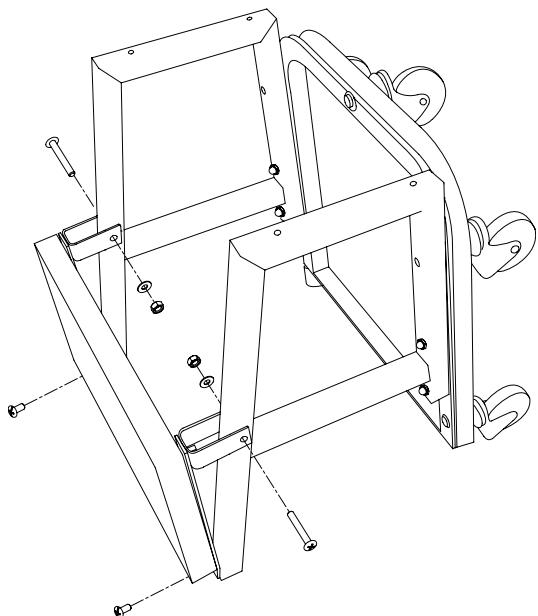

Figure 3 : Installation du galet
- Fixez le siège du galet sur les bâts latéraux du galet à l'aide de deux vis Phillips M6 x 40, avec des rondelles, des écrous, et deux vis Phillips M6 x 14, comme dans la figure 3.